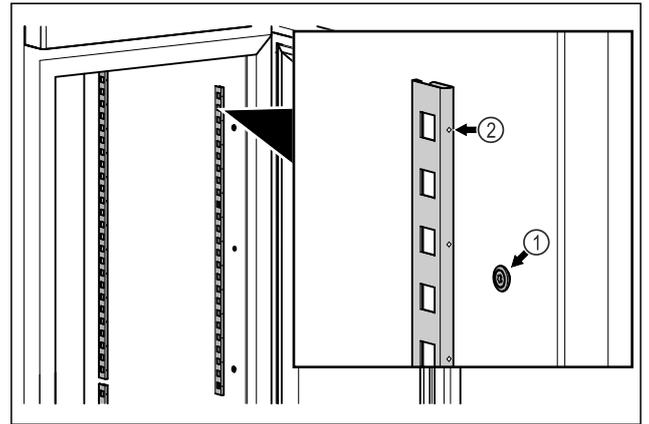

Fig. 56 例图
- ▶ 让止动条挂在悬挂装置 Fig. 56 (1) 上。标记 Fig. 56 (2) 必须指向前方。